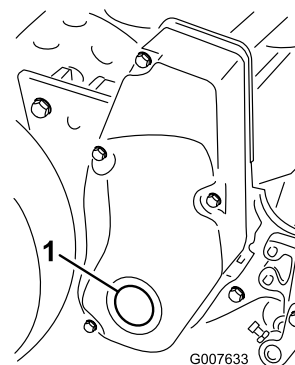

図 55
1. 右リール・ドライブ・カバーのフタ (図 55) を取る。